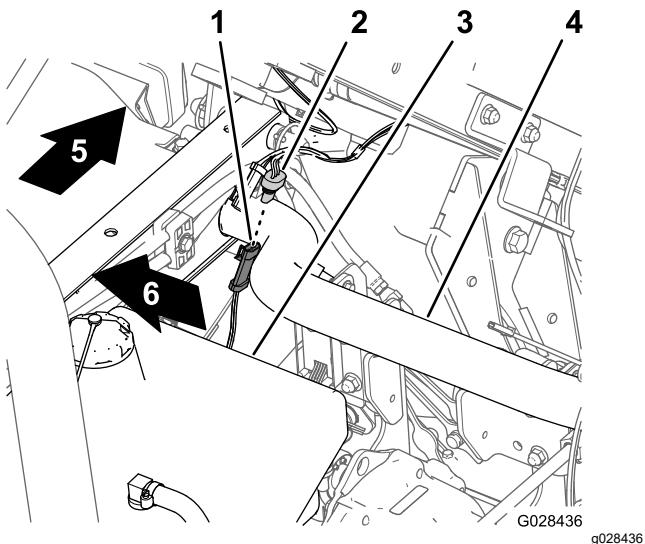

Figura 17
1. Na cablagem do pulverizador, localize o conector de três tomadas para o circuito do sensor de velocidade (Figura 17).
- Ligue o conector de três pinos da cablagem da máquina para o sensor de velocidade ao conector de três tomadas da cablagem do pulverizador para o sensor de velocidade (Figura 17).